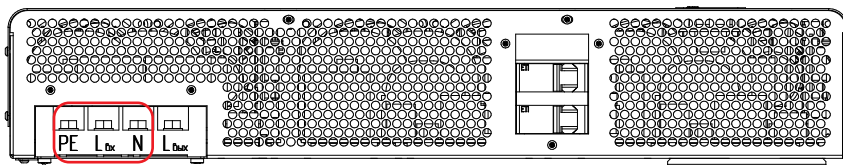

Рисунок 33. Стабилизатор Штиль IS12000. Выводы «PE-Lvx-N»
- у моделей IS12000, IS15000 и IS20000 с помощью выводов «PE-Lvx-N» (**рисунок 33 и 34**).